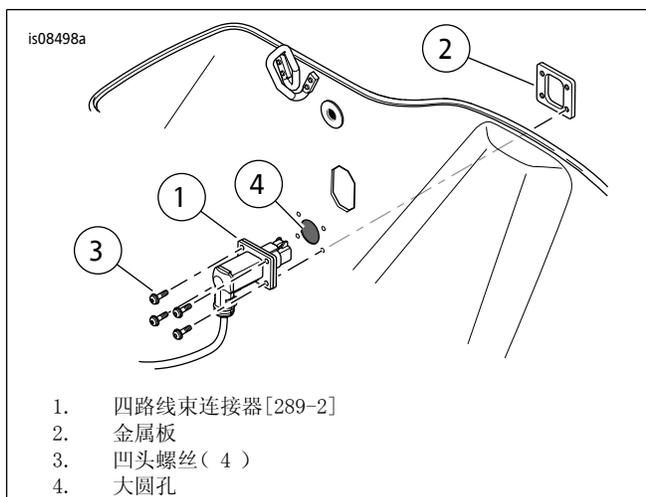

图3。四路线束连接器安装
1. 参见图3。从边箱线束上的四路隔板连接器（1）拆下金属板（2）。从内侧穿过边箱孔插入连接器。